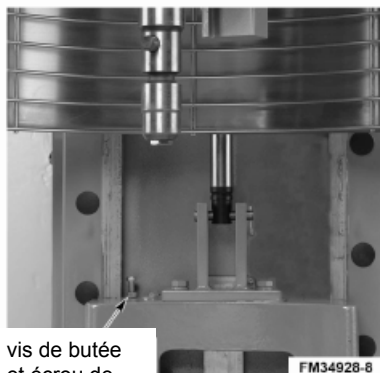

Figure 13.
- Desserrer l'écrou de blocage inférieur (Figure 13) et tourner la vis de butée dans le sens anti-horaire pour augmenter le dégagement ou dans le sens horaire pour le diminuer. Bloquer l'écrou de blocage tout en maintenant la vis de butée.